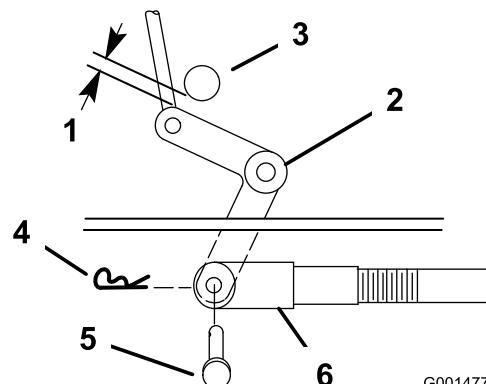
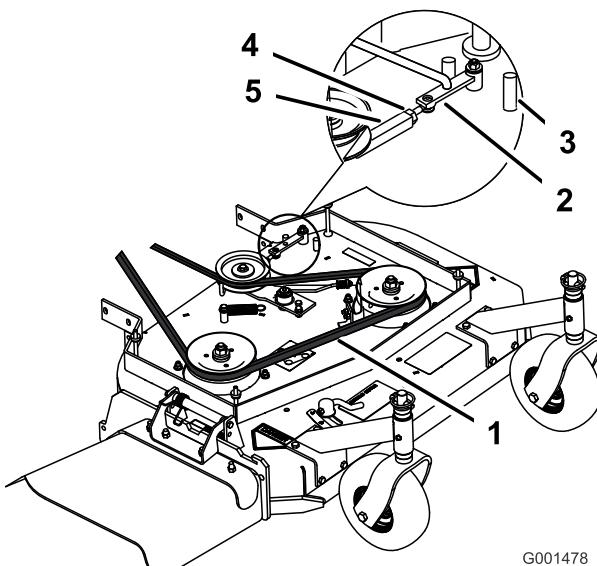

Figura 42
Figura 43
- Compruebe la distancia entre la palanca acodada y el eje de salida de la transmisión (Figura 42).
- Retire el pasador de horquilla y el pasador de seguridad de la palanca acodada (Figura 42).
- Gire la horquilla en sentido horario para aumentar la distancia; gírela en sentido antihorario para reducirla (Figura 42).
Nota: Si el brazo auxiliar no entra en contacto con el tope delantero de la carcasa de corte (Figura 43), ajuste la horquilla para acercar la palanca acodada al eje de salida de la transmisión (Figura 42).